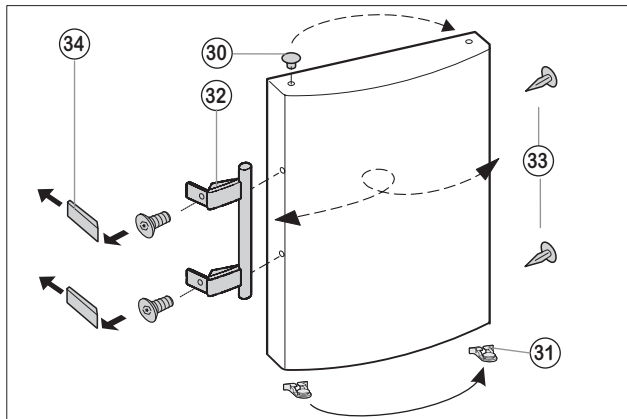

Fig. 4
- Scoateți dopul Fig. 4 (30) din bucșa suport a ușii superioare și mutați-l.
- Scoateți dopul Fig. 4 (30) din bucșa suport a ușii inferioare și mutați-l.
- Scoateți clema elastică Fig. 4 (31) din ușa frigiderului și mutați-o pe noua latură a balamalei.
- Demontați mânerul ușii Fig. 4 (32), dopurile Fig. 4 (33) și plăcile de presare Fig. 4 (34) cu ușa deschisă.